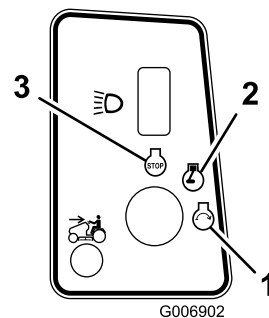

Figure 10
5. Tournez la clé de contact dans le sens des aiguilles d'une montre et maintenez-la en position de Démarrage (Figure 10). Relâchez la clé quand le moteur démarre.
2. Avant de quitter la position de conduite, coupez le contact, attendez l'arrêt de toutes les pièces mobiles et enlevez la clé de contact. (Figure 10).